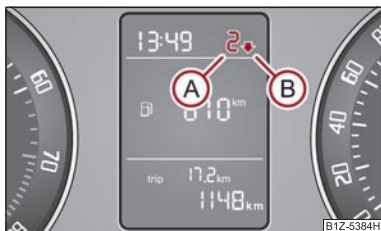

Fig. 17 Indicatore di marcia consigliata
Sul display dello strumento combinato viene visualizzata un'informazione sulla marcia innestata (A) ⇒ fig. 17.